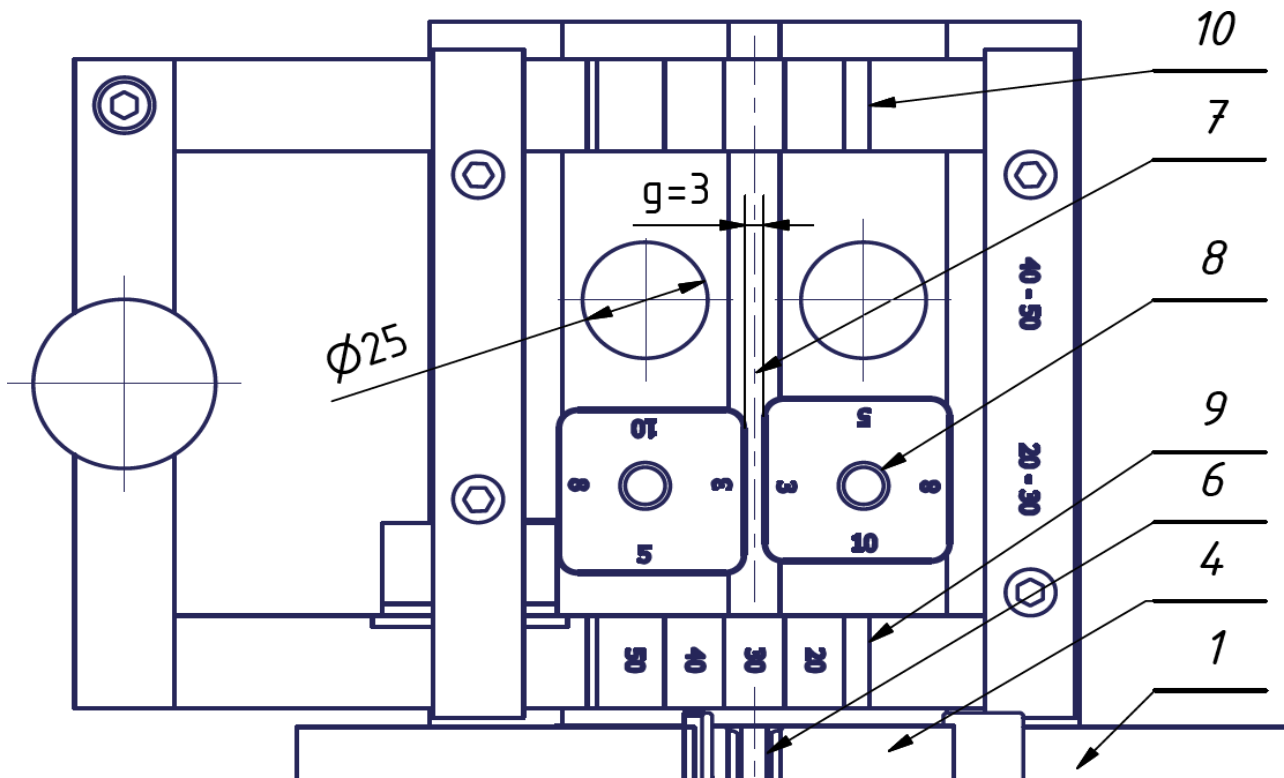

Рис. 2
5. Кронштейн управління [9] та повзунок 2 [10] встановлюються у «зміщене» положення, формуючи горизонтальні поверхні опорної шини відповідно до ширини оброблюваних шин, коаксіально з віссю симетрії пластини [7] та віссю обертання бочки [4], як показано, наприклад, на рис. 2 для шини шириною 30 мм. Положення підходить до ширини, забезпечуючи скручування шини по її поздовжній осі. Одночасно це захищає гнучкий пристрій від пошкоджень, роблячи неможливим встановлення губок лещат [8] у неправильні отвори $\varnothing 25$ пластини [7], щоб переконатися, що при згинанні шин шириною 40–50 мм не було можливості встановити губки у отвори для згинання шин 20–30 мм (відповідно до пункту 6).
6. Встановіть губки лещат [8] у отвори $\varnothing 25$ пластини [7], відповідні до ширини оброблюваної шини, відмічені 20–30 (ближче до ширини бочки 20–30 мм) та 40–50 (далі для ширини 40–50 мм). В залежності від товщини шини налаштуйте губки лещат, повертаючи їх відносно поздовжньої осі, так щоб «основа» відповідної мітки (3, 5, 8 або 10, нанесена на верхній поверхні губок), яка вказує товщину матеріалу, була паралельна поверхні бокової шини для кожної губки. Рис. 2 показує розташування губок для шини товщиною $g = 3$ мм.